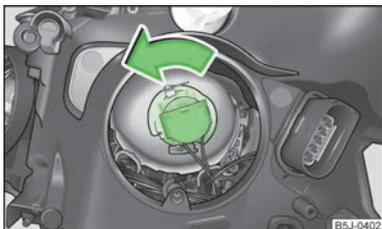

Abb. 145
- › Den Stecker mit der Glühlampe bis zum Anschlag **entgegen dem** Uhrzeigersinn drehen » Abb. 145 und herausnehmen.